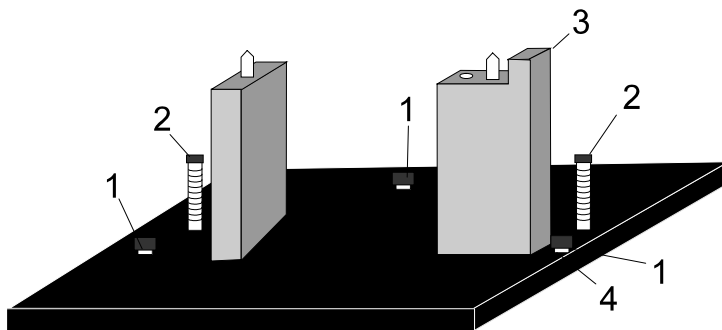

Figura 3. Base de soporte para celdas
- 2** Coloque la base para soportes para celdas en la posición de la muestra de la placa base. El pilar rebajado (consulte la Figura 3 a continuación) debe quedar situado hacia la derecha.